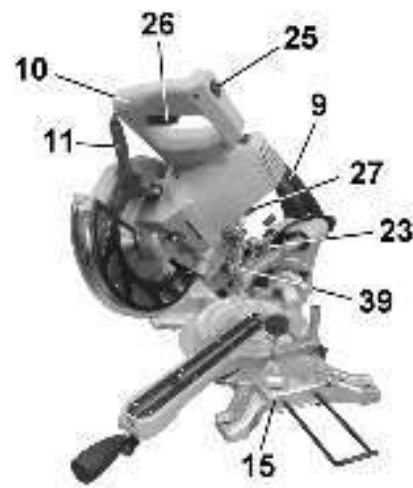

Рис. 6
8.2.2. Удерживая пилу за рукоятку (10), переместите её в верхнее положение, как показано на Рис.6.